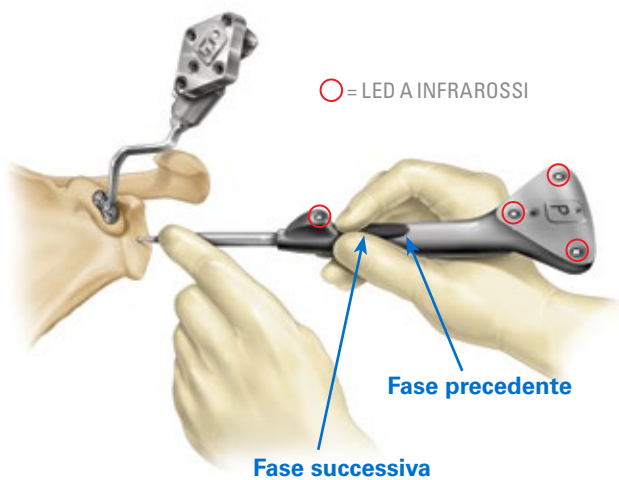

Figura 30a
I tracker possono essere associati prima o dopo la selezione delle informazioni del paziente. Prima di iniziare la registrazione, verificare che il tracker G sia alloggiato completamente sul blocco coracoideo. Premere il tracker sonda (P) con l'indice sul pulsante di avanzamento facendo attenzione a non ostruire il LED a infrarossi (IR) tra il pulsante e la punta della sonda (Figura 30a).